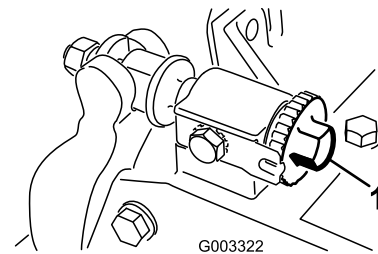

Bild 24
1. Lösen Sie den Spindel-zu-Untermesser-Kontakt, indem Sie die Einstellhandräder des Untermessers (Bild 24) nach links drehen, bis kein Kontakt besteht.